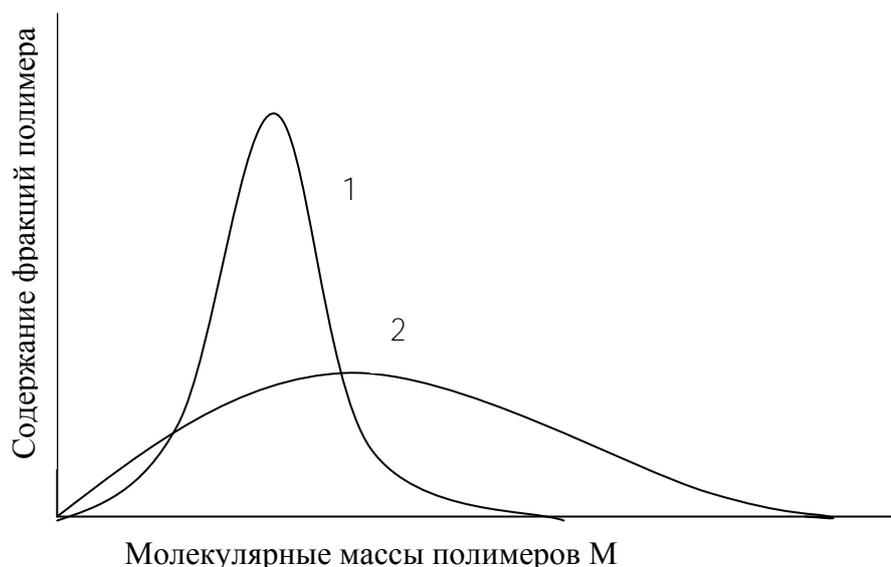

Рис. 7.1. Примерный вид дифференциальной кривой молекулярно-массового распределения:
7.1. **Молекулярно-массовое распределение.** Каждый полимер может быть охарактеризован функцией распределения макромолекул по молекулярным массам (рис. 7.1), которая называется *молекулярно-массовым распределением* (ММР). Различают дифференциальные и интегральные функции ММР, каждая из которых может быть числовой или массовой, в зависимости от того, используется числовая или массовая доля макромолекул. Все четыре функции взаимосвязаны и могут быть пересчитаны одна из другой, каждая из их полностью описывает ММР полимера.